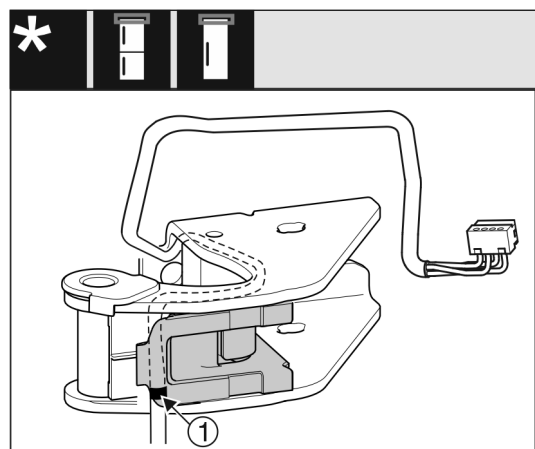

Fig. 26
- ▶ При цьому середнє маркування має знаходитися на краю тримача кабелю Fig. 26 (1).